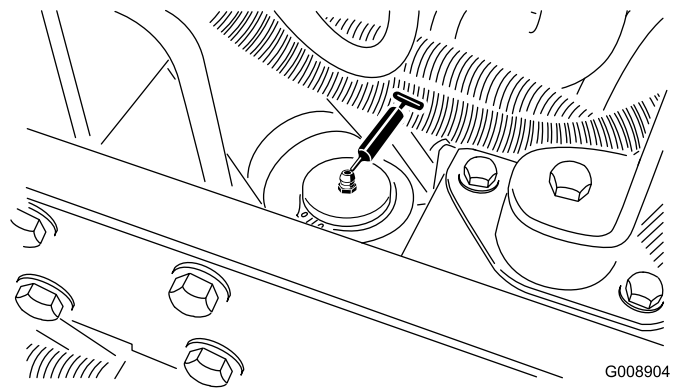

Figura 42
- Cilindro da direção (Figura 42)